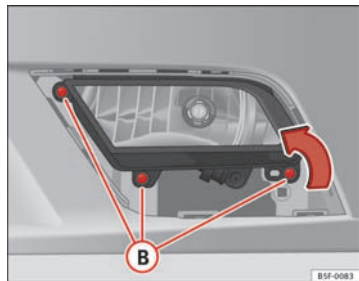

Fig. 141 Tågeforlygte
- Skru skruerne (3x) ⇒ Fig. 141 **B** ud for at tage tågeforlygten ud.